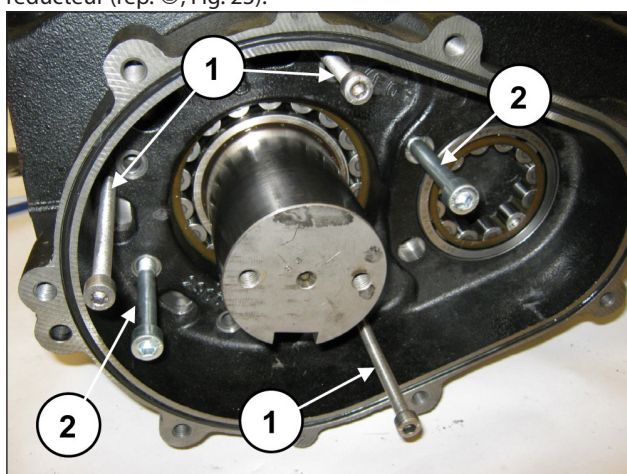

Fig. 23
Positionner 3 goujons ou vis filetés M8 (rep. ①, Fig. 23) faisant office d'extracteurs dans les trous appropriés et deux vis M10 suffisamment longues tenant lieu de support du boîtier de réducteur (rep. ②, Fig. 23).